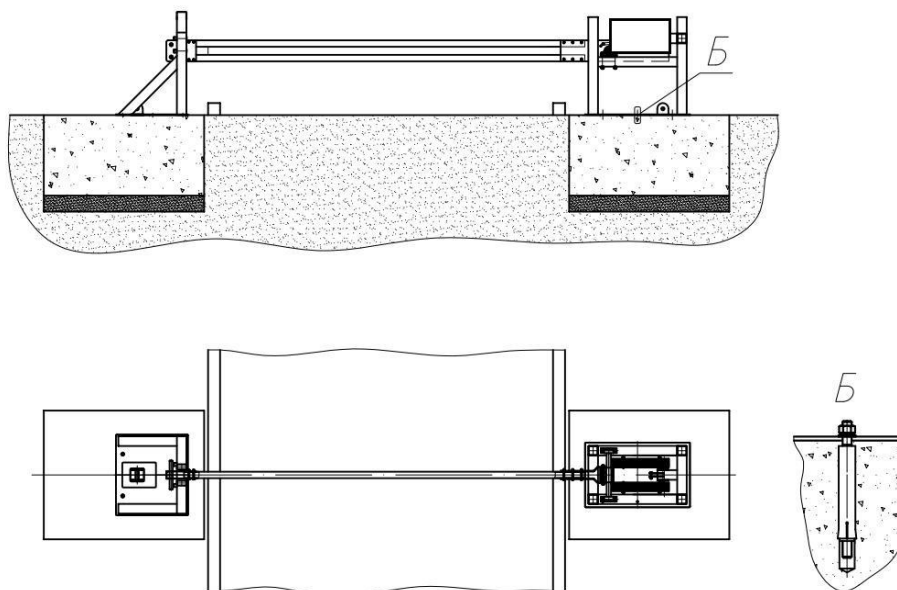

Рисунок 4
1.1.9 Установить шлагбаум на фундамент и закрепить при помощи клиновых анкерных болтов М20х200 (рис. 4).